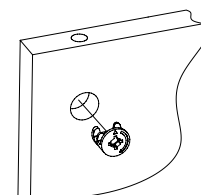

Рис.3
3. Вставьте головки минификсов в детали 2, 3, 4, 5, 6, 8, 9 (Рис. 3).